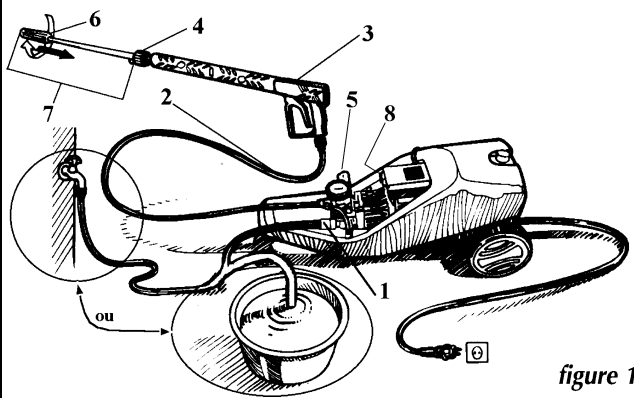
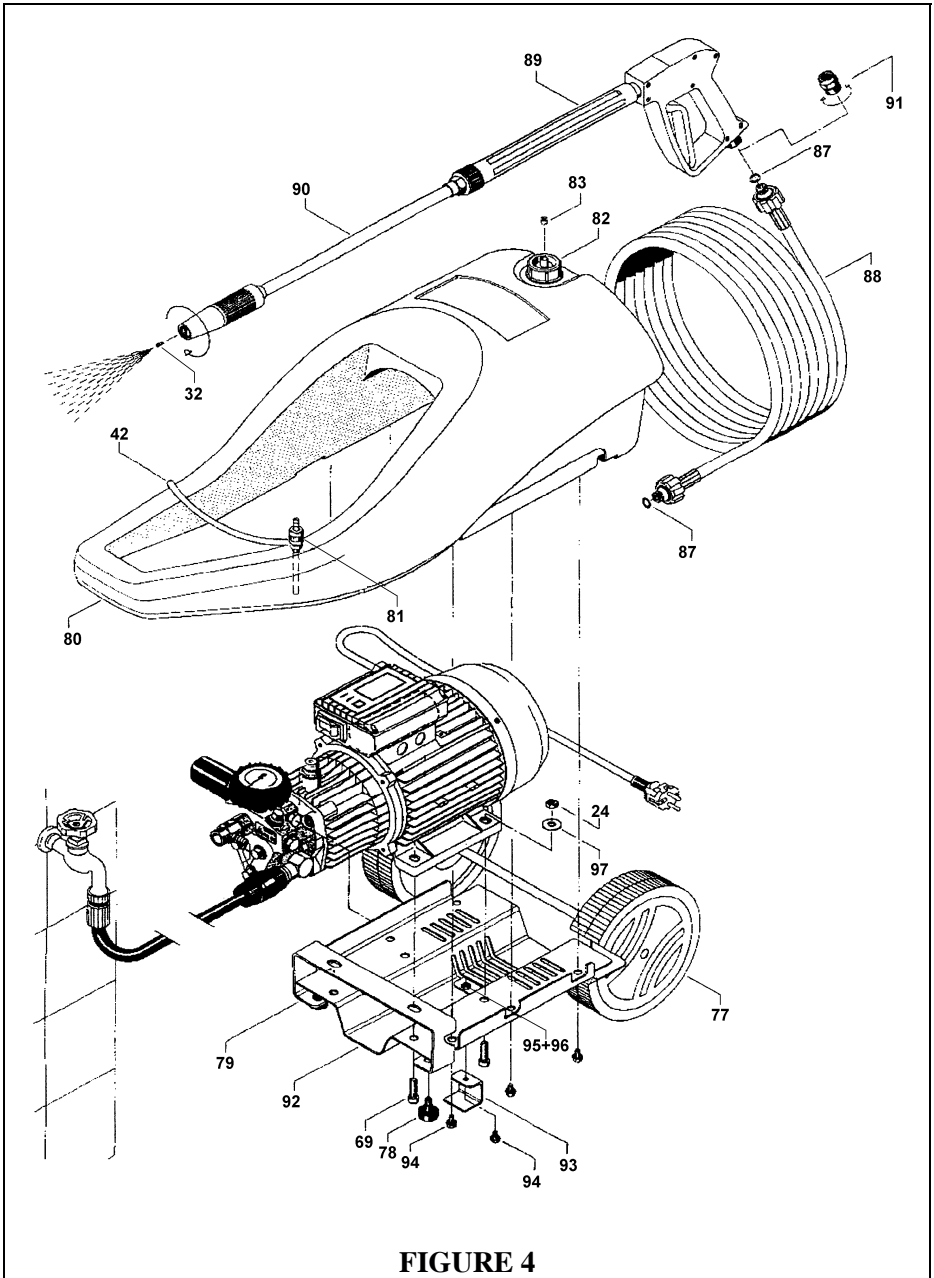

figure 1
FIGURE 4
2. Visser le flexible haute pression sur le corps de pompe (n°2, fig1).
3. Visser l'extrémité du flexible sur le pistolet multifonction (n°3, fig1).
4. Visser la lance à l'aide de la molette (n°4, fig1).sur le pistolet multifonction (n°3, fig1). L'eau doit s'écouler abondamment en appuyant sur la gâchette.
- Pour obtenir la position haute pression (de 30 à 150 bars): tirer la buse Variojet (n°6, fig.1) vers vous.
- Pour obtenir la position basse pression (inférieur à 30 bars): pousser la buse Variojet (n°6, fig.1) vers l'avant.
1. Régler la pression désirée au moyen de la poignée noire (n°5, fig.1).
2. Régler la forme du jet au moyen de la buse Variojet (n°6, fig.1) en tournant celle-ci vers la droite (jet large) ou vers la gauche (jet fin).
## Lance (n°7, fig.1)
## Flexible haute pression (n°2, fig.1)
2. Démonter la buse interne (n°32, fig.4) de pression au moyen d'une clé 6 pans mâle de 2, la déboucher avec une aiguille et la rincer.
-Buse interne (n°32, fig.4) de pression obstruée, la nettoyer.
-Vérifier la présence de la buse interne (n°32, fig.4) de pression.
-Vous assurer que la buse Variojet (n°6, fig.1) est bien en position haute pression.
-La buse interne (n°32, fig.4) de pression est usée, il faut la remplacer.
-Dévisser et revisser la poignée de réglage de pression (n°5, fig.1), pour atteindre la pression de service (150 bars). Si vous n'obtenez que 110/120 bars, la buse interne (n°32, fig.4) de pression est usée, il faut donc la remplacer.